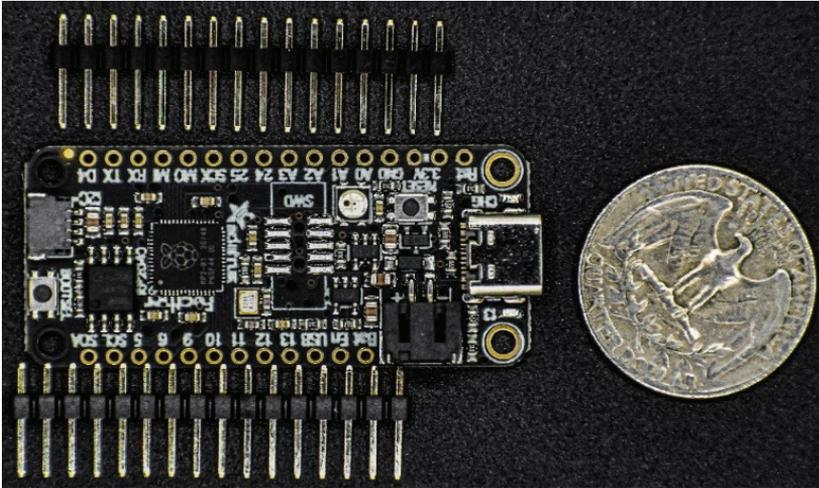

Рисунок 1.8. Adafruit Feather RP2040
- **Adafruit Feather RP2040.** Как следует из названия, эта плата от Adafruit (<https://bit.ly/3cm3tW0>) представляет собой печатную плату с микроконтроллером RP2040, несущую 8 МБ флеш-памяти. Как и в случае с SparkFun Thing Plus, она отлично сочетается с разъемами Qwiic/STEMMA⁷. Плата показана на рис. 1.8.
⁸ Требуется два штыревых разъема на 20 прямых контактов с шагом 2,54 мм (они показаны на рис. 1.8 и 1.10). Официальное название разъема – PLS-20. Если разъемы не входят в комплект поставки платы Raspberry Pi Pico, то в России их можно приобрести из источников, указанных в примечании на стр. 23. – *Прим. перев.*